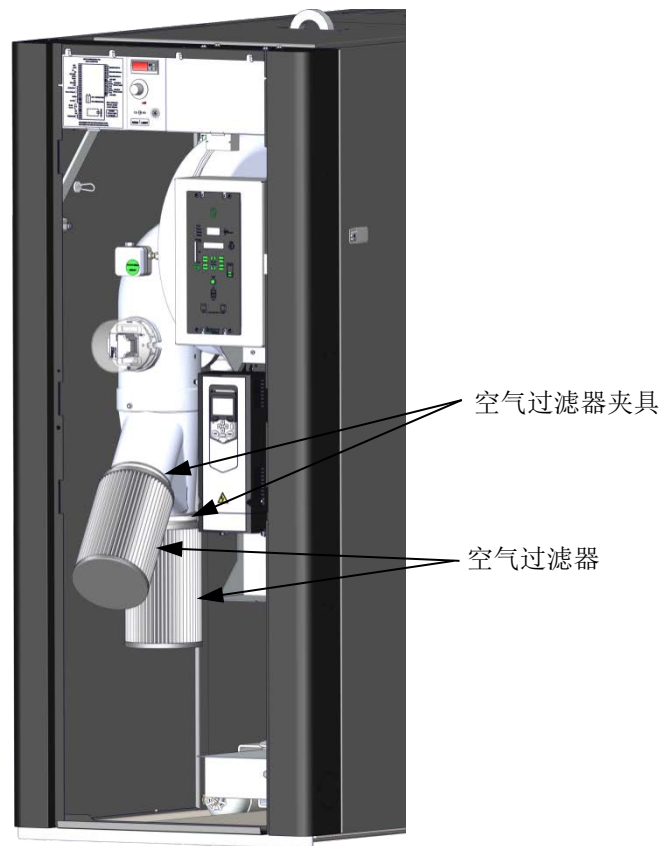

图 4-11: 空气过滤器位置
基准系列锅炉配有空气过滤器（P/N 88014），每 12 个月就应该清洗一次和重新上一次油，每 24 个月更换一次。空气过滤器位于空气燃料阀进气口处，如图 4-11 所示。
3. 请参阅图 4-11，定位连接到空气/燃料阀进气口三通上的空气过滤器。